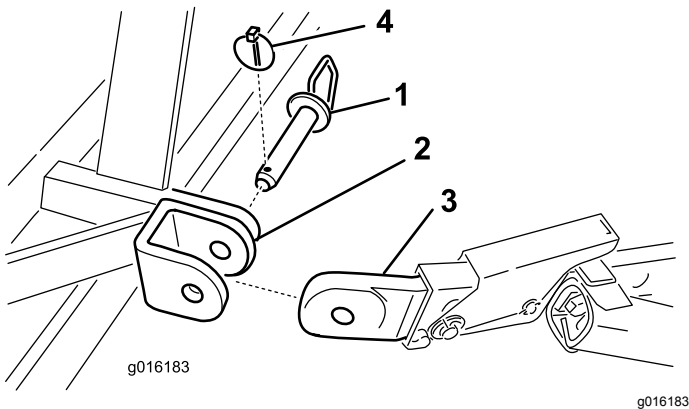

图4
5. 使用挂钩销和保险销将下连杆臂固定到打孔机安装支架上 图4。